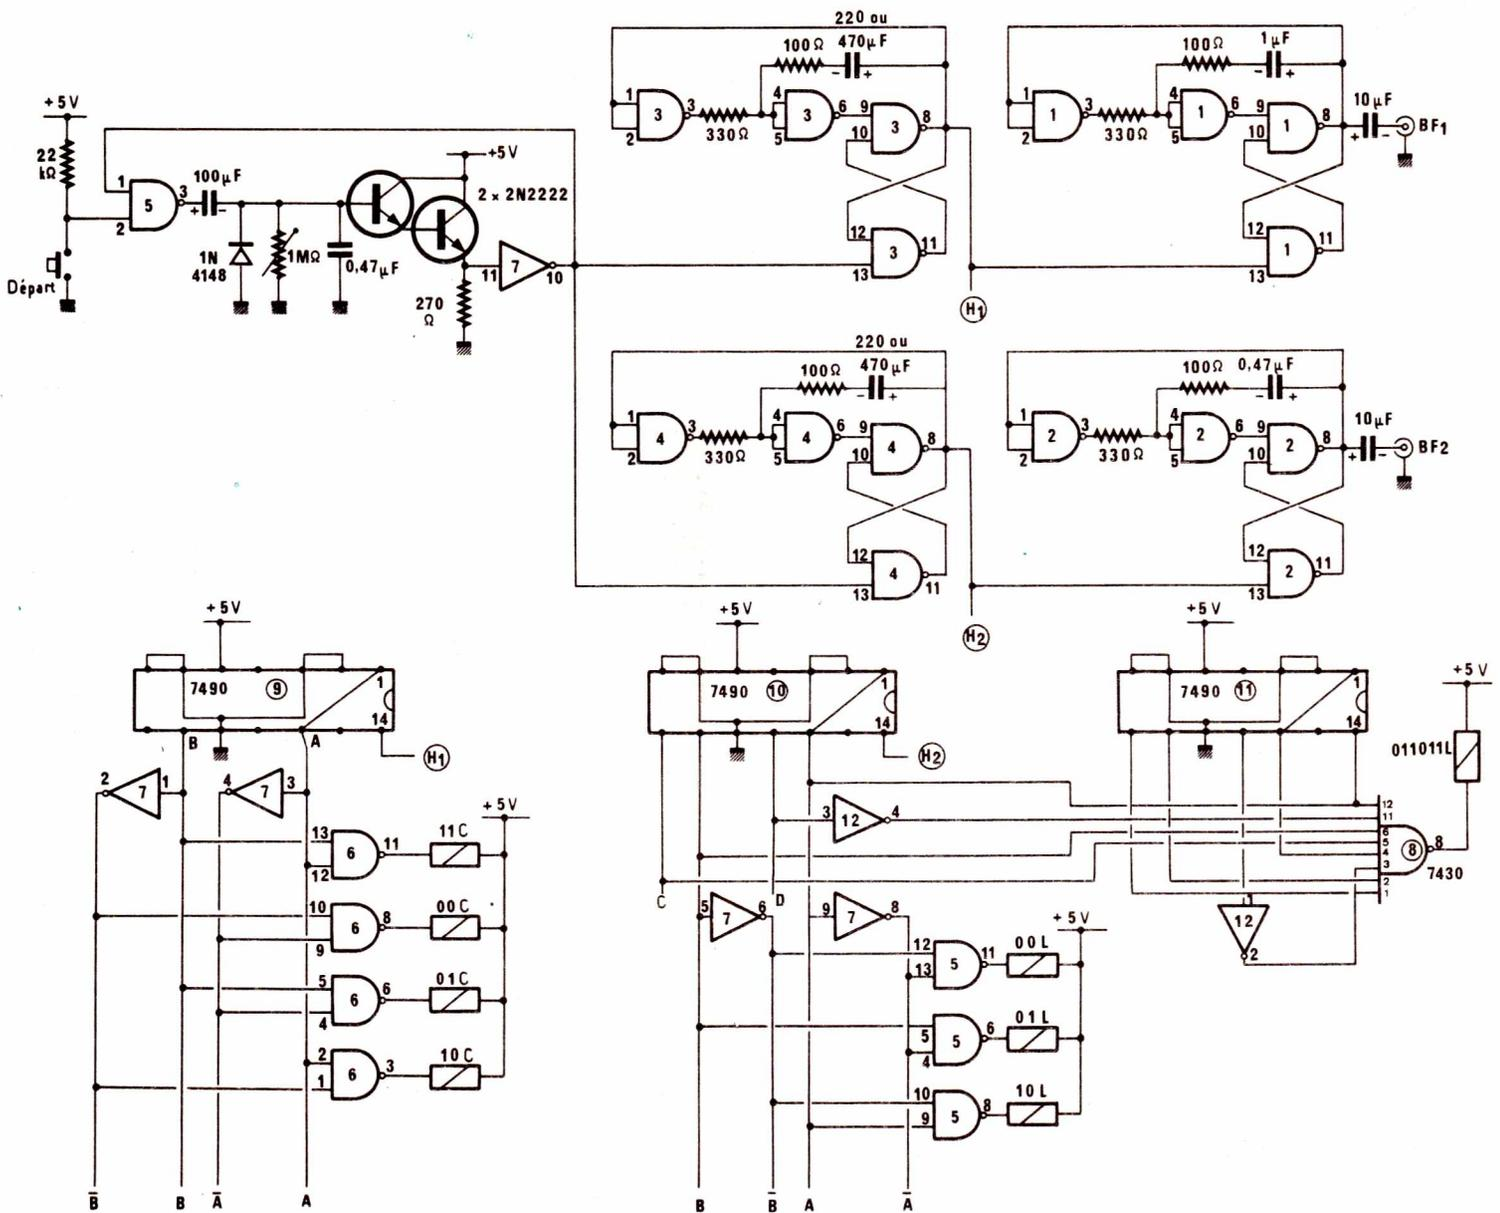

Figure 1 : Schéma de principe du « Calculateur »
Le montage de la **figure 1** fait appel à douze boîtiers courants de la série TTL standard (74) ou militaire (54) si les conditions de température le justifient. Ce choix a été établi pour des raisons de robustesse et de facilité de commande directe de relais REED. L'alimentation 5 V 1A ne pose pas de problème dès lors que le secteur 220 V est disponible. Malgré le nombre de 16 des sorties « lots », on constate que seulement huit relais sont utilisés. Ceci est dû à un procédé de matricage qui, non seulement permet de n'utiliser qu'un nombre de relais égal à  $2\sqrt{N}$  ( $N$  = nombre
C'est en fin de compte au niveau du décodage des 4 lignes et des 4 colonnes que se déterminent les probabilités de sortie des lots. La **figure 2** indique les données correspondant au schéma de la **figure 1**. On remarquera que deux des colonnes sont favorisées d'environ 20 % par rapport aux deux autres, ce qui permet éventuel-
Ce montage représente une excellente occasion de mettre en œuvre la technique du **wrapping**. Pour cette raison, nous avons reporté sur le schéma de la **figure 1** les indications nécessaires. Chaque élément logique (porte, inverseur, compteur) contient à l'intérieur du symbole un numéro identifiant son boîtier. Par ailleurs, chaque connexion porte le numéro de la broche correspondante de ce boîtier. Diverses méthodes peuvent être employées avec ou sans soudure, selon que l'on emploie du fil à wrapper isolé sous gaine ou par émail.